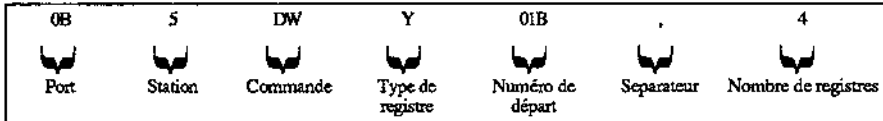

Figure 3-45 Exemple 7 d'adresse de variable déportée
N.B. 7 : l'exemple de la figure 3-45 montre une commande 'Ecriture de périphérique/registre' émise en direction d'un périphérique EX250/500 pour qu'il écrive dans 4 périphériques de sortie externes commençant au périphérique 1B (Module 1, canal B). Cela provoque ainsi l'écriture dans les périphériques Y1B, Y1C, Y1D et Y1E (c'est-à-dire Module 1, canaux B, C, D et E).